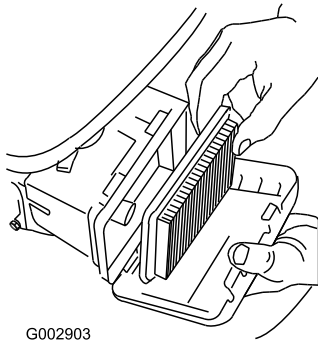

Figura 24
3. Retire el filtro de aire (Figura 24).